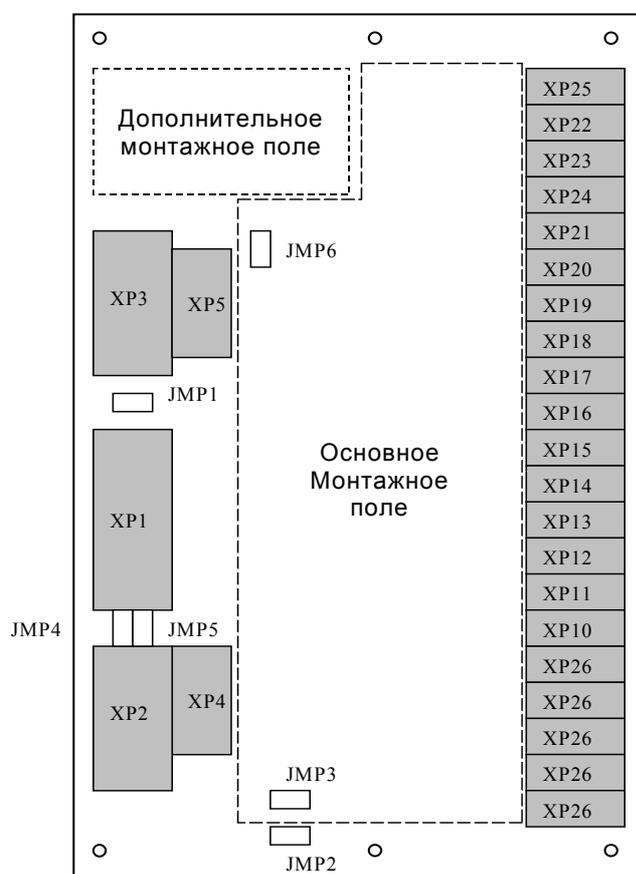

Рис. 6. 1
- 1) К разъемам ХР1, ХР2, ХР3, ХР4, ХР5 платы ЛА-ТК5 (**Рис. 6. 1**), которые установлены в вашей комплектации, присоедините ответные части соответствующих разъемов IDC-20, DHR-26 и DHR-44 со шлейфами, соединяющими плату ЛА-ТК5 с платами серии ЛА-ХХХ (Назначение контактов см. Приложение 3);
- 2) Согласно схеме, изображенной на **Рис. 6. 1**, подсоедините к разъёмам ХР6 – ХР26 платы ЛА-ТК5 кабель (витую пару) к соответствующему месту соединения на разъеме. Порядок подсоединения провода к разъёму следующий.